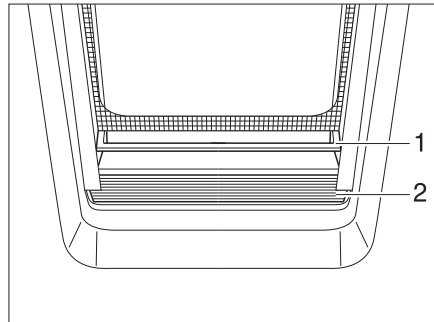

Bild 28 Faltverdunklung
- Die Faltverdunklung (Bild 28,2) in der Mitte der Griffleiste (Bild 28,1) fassen, von unten nach oben ziehen und auf der gewünschten Höhe loslassen. Die Faltverdunklung bleibt in dieser Höhe stehen.